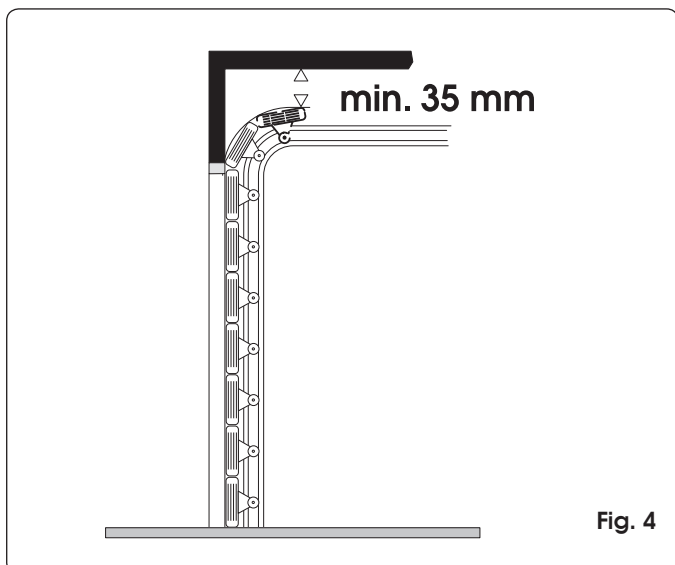

Fig. 4
| Benodigde afstand vanaf het plafond (mm)        | 35 (Fig. 4)                                 |
- Controleer of er minstens 35 mm ruimte is tussen het plafond en het hoogste punt dat de deur tijdens de beweging bereikt (Fig. 4).
- 2) Trek een horizontale streep op de latei op de maximale hoogte die de deur tijdens de beweging bereikt (zie Fig. 4).